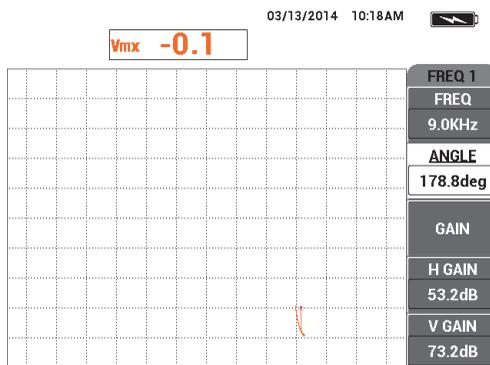

Рис. 5-131 Настройка значения УГОЛ
29. Плотно прижимая преобразователь к визитной карточке, настройте УГОЛ (клавиша В) так, чтобы смешанный сигнал (оранжевый) оказался на той же высоте, что нулевая точка (см. Рис. 5-131 на стр. 233).